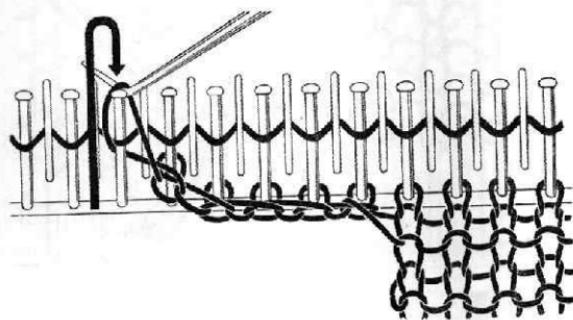

Fig. 38
2e et 3e rangées: „passer“ chaque maille séparée ut (fig. 38—40); mouvement parallèle aux dents.
2. und 3. Reihe: Jede Masche über ihren Kammnadelkopf heben (Fig. 38—40); senkrecht hochziehen.